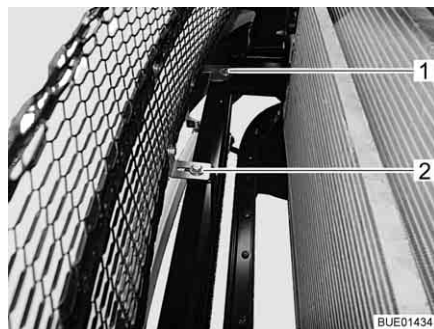

Bild 259 Fäste för plastfrontpanel
- Lossa 2 skruvar (Bild 259,1 och 2) med brickor från främre ramen och ta bort dem.
- Lossa 2 skruvar (Bild 259,4) med brickor från frontpanelen vid motorrummsöppningen och ta bort dem.